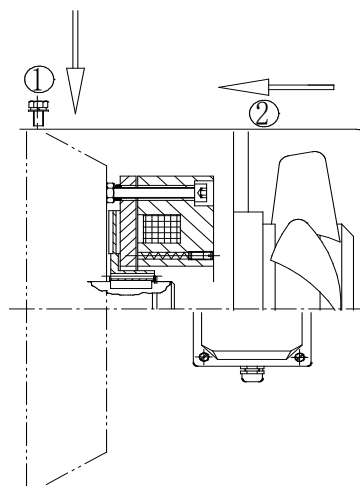

图9.3-11f
- (6) 如图 9.3-11f，接上制动器电源引接线，装上轴流风机②，旋紧轴流风机紧固螺钉①；